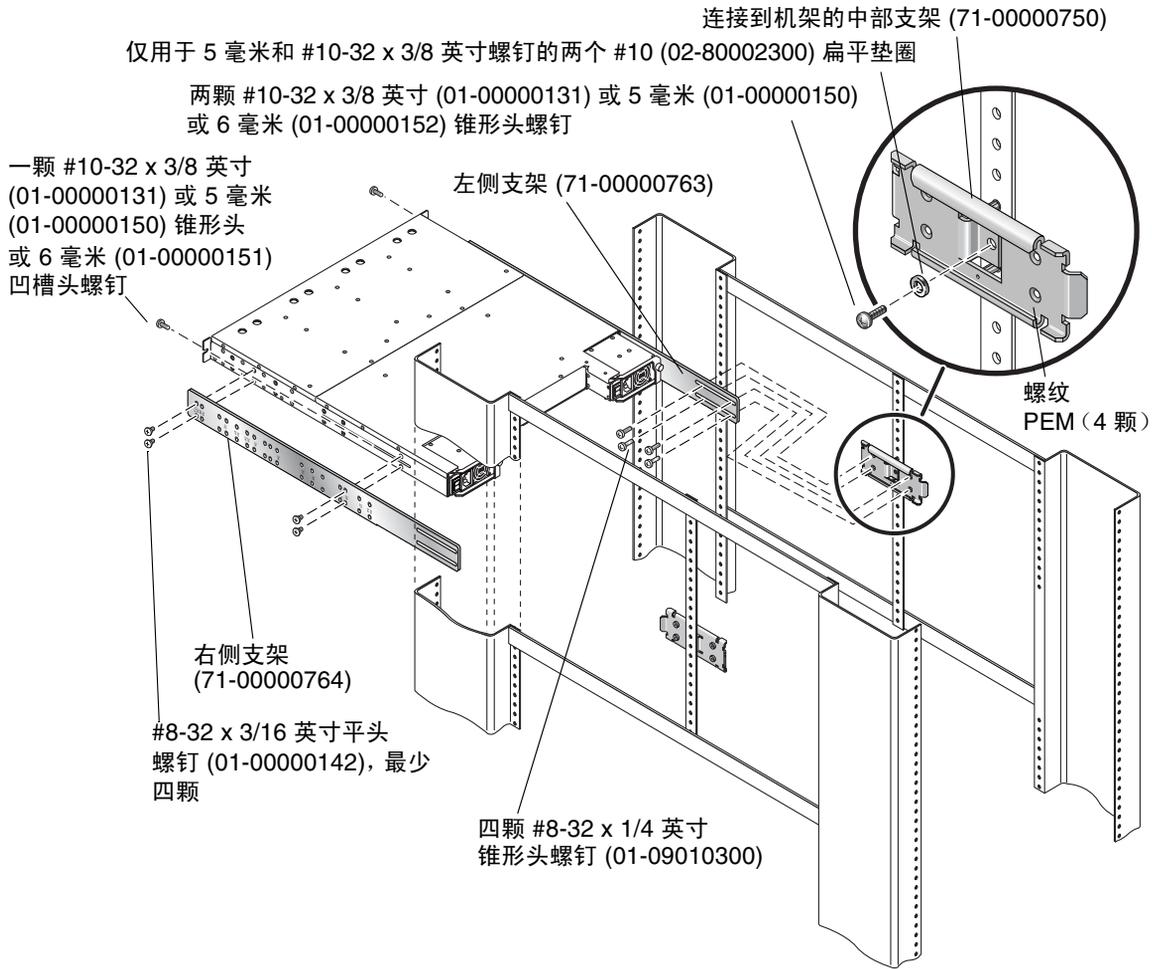

图 2-9 机柜中部支架的机架安装
6. 每个立柱上用一颗螺钉将中部支架挂接到机架中央的立柱上。（参见图 2-9。）